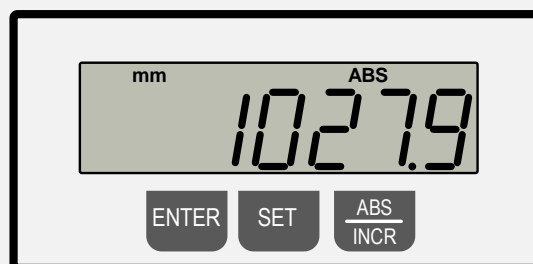

Figure 72 : affichage différent de la mesure de référence
- Relâcher les boutons et déplacer la butée à la main jusqu'à ce que le volet de la butée atteigne exactement la mesure graduée **1000,0 mm sur le ruban de mesure**. Dans cet exemple, l'affichage numérique est différent et indique 1027,9 mm (⇒ Figure 72).